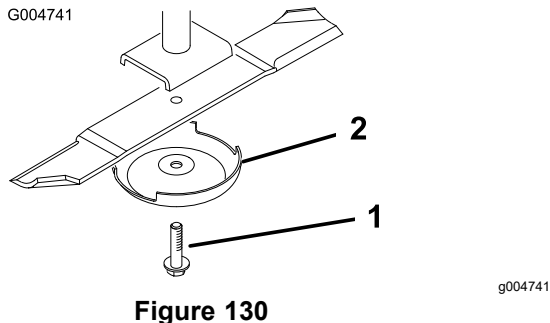

Figure 130
3. Enlevez le boulon, la coupelle de protection et la lame de l'axe de pivot (**Figure 130**).